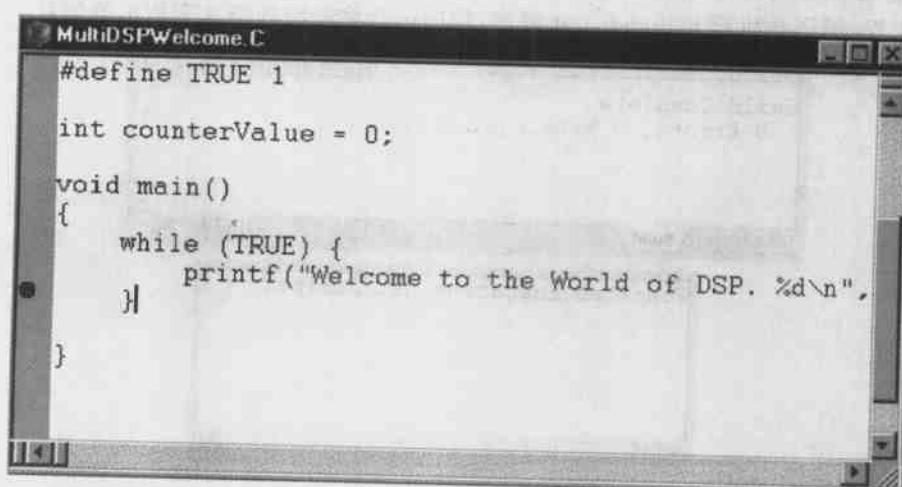

图 9.8 设置断点
(5) 在 File 菜单中，执行 Load GEL 命令，将刚才新建立的 Counter.gel 文件载入。
(6) 在工程视图中，双击 multidspwelcome.c 以打开它，在源代码中设置如图 9.8 所示的断点。设置断点的目的是当程序运行到断点时，自动地从 DSP 应用程序跳到 GEL 文件中执行。